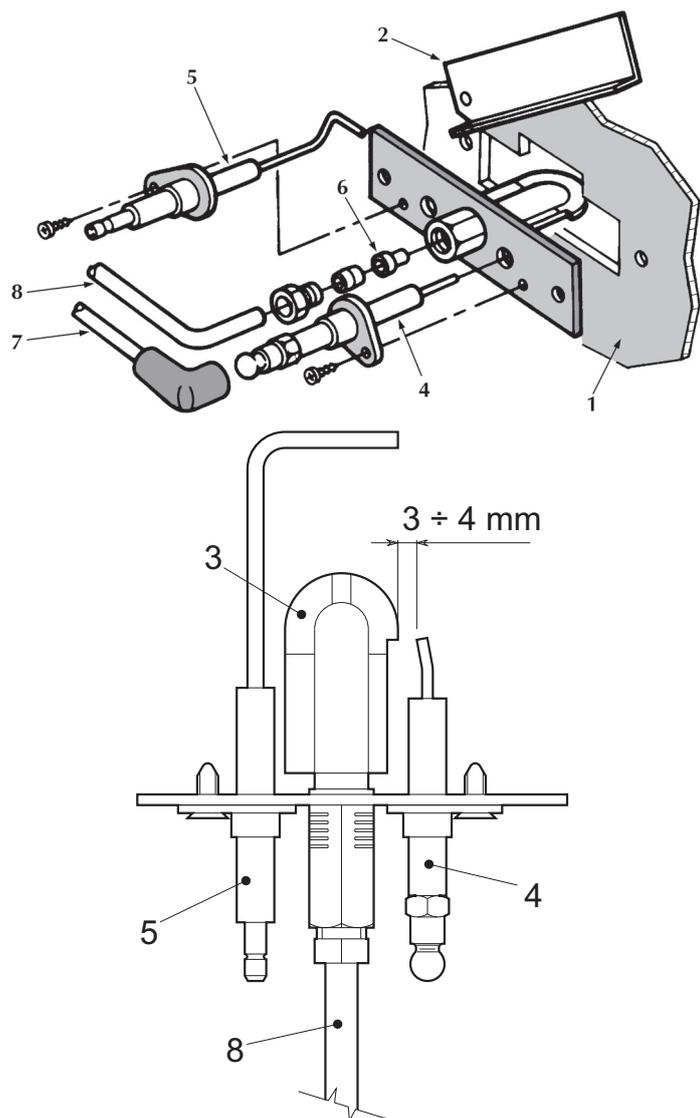

fig. 8 - Bruciatore pilota
- Gli elettrodi devono essere liberi da incrostazioni e correttamente posizionati (vedi fig. 8).
Dopo alcuni tentativi d'accensione, la centralina elettronica mette in blocco la caldaia.	<ul style="list-style-type: none"> <li>Pulire con aria compressa gli ugelli dei bruciatori pilota.</li> <li>Controllare che l'arrivo del gas alla caldaia sia regolare e che l'aria sia stata eliminata dalle tubazioni.</li> <li>Controllare che gli elettrodi siano correttamente posizionati e senza incrostazioni (vedere fig. 8).</li> <li>Verificare che la caldaia sia allacciata ad una buona connessione di terra.</li> <li>Controllare i collegamenti agli elettrodi d'accensione e di ionizzazione.</li> </ul>
In fase d'accensione, non avviene la scarica tra gli elettrodi.	<ul style="list-style-type: none"> <li>Controllare che gli elettrodi siano correttamente posizionati e senza incrostazioni (vedere fig. 8).</li> <li>Termostato di regolazione regolato troppo basso.</li> <li>Controllare l'alimentazione elettrica.</li> <li>Controllare i collegamenti agli elettrodi d'accensione e di ionizzazione.</li> <li>Controllare i collegamenti alla centralina elettronica di controllo fiamma.</li> <li>Verificare che non siano invertiti FASE-NEUTRO e che i contatti alla massa siano efficaci.</li> <li>Verificare la pressione del gas in entrata e eventuali pressostati gas aperti.</li> <li>Riarmare il termostato di sicurezza.</li> <li>Assicurarsi che il termostato ambiente sia chiuso.</li> </ul>